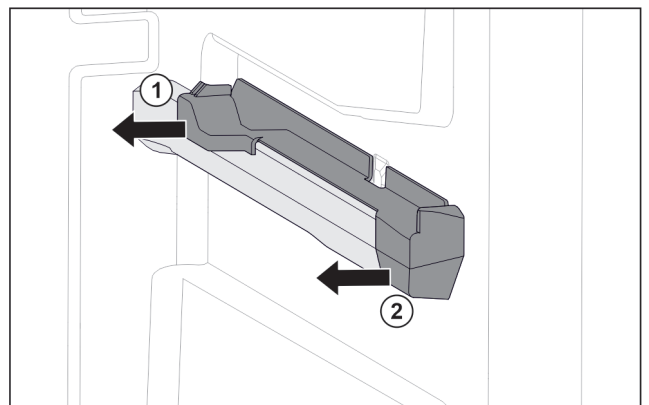

Fig. 80 Aufsteckteil auf der rechten Behälterrippe
- ▶ Aufsteckteil hinten zur Seite abziehen. *Fig. 80 (1)*
- ▶ Aufsteckteil vorne zur Seite abziehen. *Fig. 80 (2)*